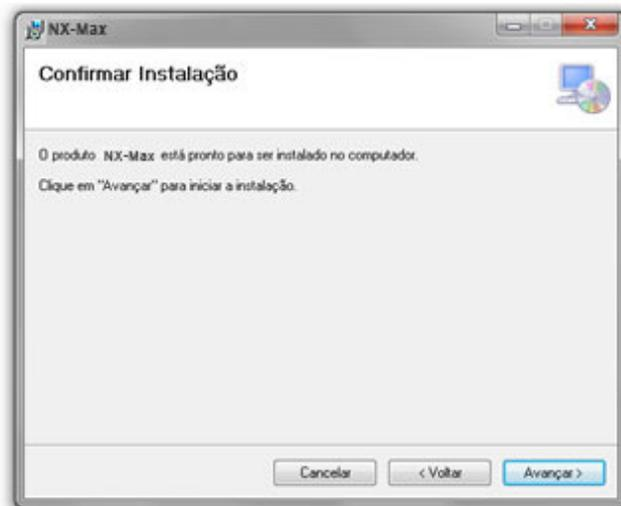

Figura 14
- A seguir pressione novamente o botão de avançar para começar a instalação (Figura 14).